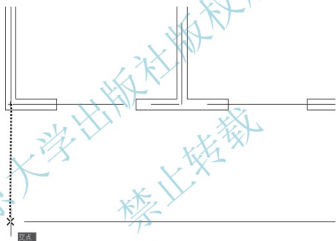

图 3.38 在辅助线上确定第一条尺寸界线的原点
(5) 用【窗口放大】命令将视图调整至如图 3.38 所示状态。
(6) 将【标注】样式置为当前标注样式。
(1) 执行菜单栏中的【标注】|【线性】命令，启动线性标注命令。
① 在指定第一条尺寸界线原点或<选择对象>:提示下，捕捉 A 轴线和 1 轴线的交点、但不单击，将光标轻轻地垂直向下拖至辅助线上，出现交点捕捉后（图 3.38）单击，将该点作为线性标注的第一条尺寸界线的原点。